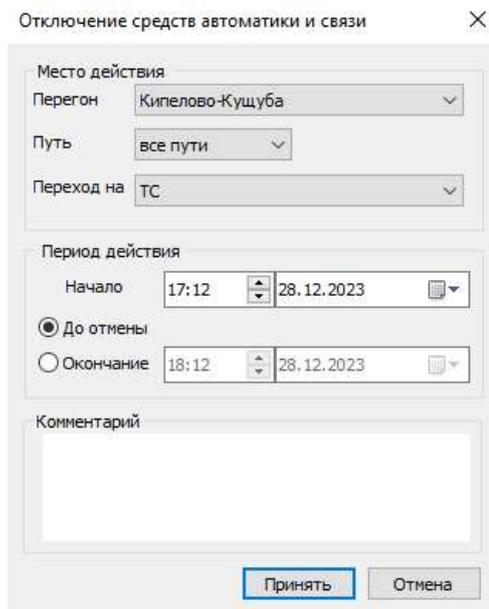

Рис.220.
*Для установки данной информационной пометки необходимо щелкнуть указателем «мыши» на соответствующем перегоне и выбрать пункт всплывающего меню операций с нитью «Отключение средств автоматики и связи» (см. рис. 220). Появится окно отключение напряжения.*